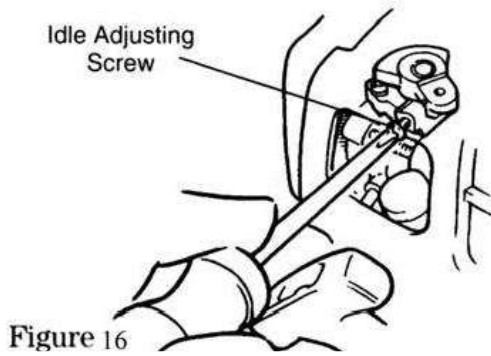

Figure 16
-Si la cadena gira estando al ralentí, es necesario reducir el mismo ajustando el tornillo en sentido contrario a las agujas del reloj (ver fig.16)